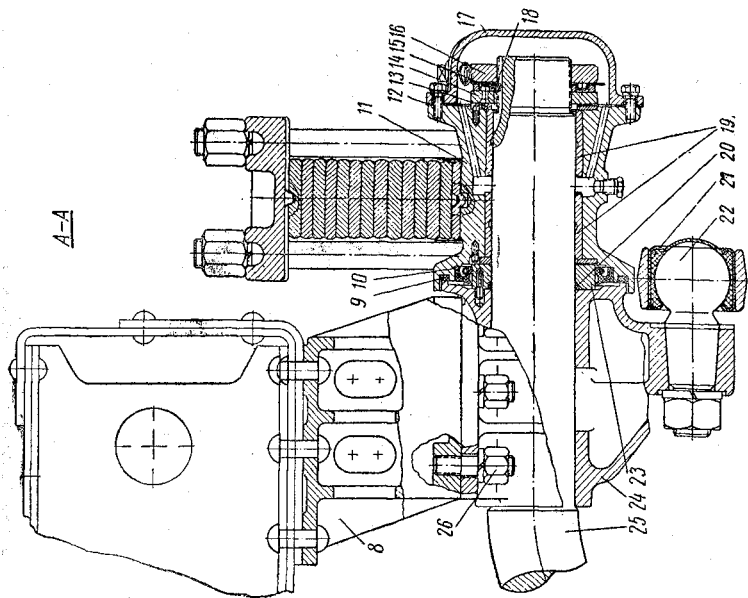

Рис. 53. Задняя подвеска:
**Задняя подвеска** (среднего и заднего мостов, рис. 53) балансирного типа, на двух продольных полуэллиптических рессорах. Каждая рессора 3 средней частью прикреплена с помощью стремянок 5 к ступице 11 оси балансирного устройства. Концы рессор входят в отверстия опор, размещенных на реактивных рычагах 6, которые приварены к кожухам мостов. При прогибе рессор концы их скользят в отверстиях опор.
Для разборки ступиц балансирной подвески необходимо поднять автомобиль за раму, снять задние колеса и заднюю рессору, слить смазку из ступицы и снять крышку 17 (см. рис. 53), отогнуть замочную шайбу 15, отвернуть контргайку 16 и снять замочную шайбу и замочное кольцо 18. Затем следует отвернуть гайку-шайбу 14 и снять ступицу.